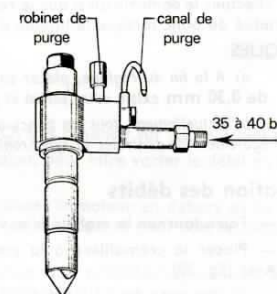

Fig. 41. — Porte-injecteur d'essai.
- **Régler la pression du banc entre 35 et 40 bars**, afin que le liquide pousse le clapet et coule par le canal de purge du porte-injecteur d'essai (fig. 41).
Pour exécuter ce travail, un système approprié, ou « **méthode à haute pression** », est employé sur certains bancs d'essais. On utilise à cet effet des porte-injecteurs spéciaux et une pression de contrôle d'environ 35 à 40 bars (fig. 41).